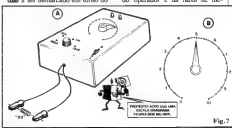

Fig.7
troal, de modo a "sobrar" larga área em torno do dito cujo, na qual será dividido e inscrito o dial graduado de leitura... O knob da chave rotativa deverá receber, nas suas 4 "paradas", as marcações correspondentes a "fuso de escala" para cada faixa de medição, respectivamente 100R - 10K - 1M - 10M. Os dois LEDs devem ficar juntinhos, pois assim fica mais fácil ao olho do operador interpretar o equilíbrio luminoso fundamental à medição... Na fig. 7-B vemos um exemplo de como pode ficar o dial a ser demarcado em torno do
- FIG. 7 - ACOMODAÇÃO NA CAIXA, DEMARCAÇÃO DO DIAL DE MEDIÇÃO E DEMAIS CONTROLES/ACESSOS - A ilustração 7-A dá uma idéia genérica (porém - nos parece - suficientemente prática e lógica...) para o acabamento final do OHMÍMETRO: todos os controles e indicadores podem situar-se no painel principal da caixa (menos os cabinhos que levam à garra "jacaré" de medição, que podem sair de um furo numa das laterais menores...), de preferência com o knob indicador do potenciômetro ocupando posição cen-
Antes de descrever a (até óbvia...) calibração, vamos ver "como funciona" a medição em si. Inicialmente, o resistor sob medição deve ser ligado à garra de Teste, conforme ilustra a fig. 7 (posição "RX"), devendo sempre o Leitor/Aluno lembrar que, pelas suas características, o OHMÍMETRO não pode ser usado para a leitura de resistência de um componente ligado a um circuito! Este deverá ter (se estiver num circuito...) pelo menos um de seus dois terminais desconectado, de modo que as demais impedâncias e resistências do tal circuito, bem como eventuais níveis de Tensão presentes no circuito não possam interferir com a medição... Em seguida, se o valor ou sua "faixa" for completamente desconhecido, deve-se posicionar a chave de faixas inicialmente na maior (10M). Liga-se, então, a alimentação do OHMÍMETRO e gira-se, experimentalmente, o potenciômetro de escala, todo "pra cá" e todo "pra lá", com o que deverá ser notada uma alternância (em algum ponto do giro do potenciômetro...) entre os LEDs (um apaga, o outro acende e/ou vice-versa...). De seguida, o knob deve ser lentamente girado, sempre partindo de um dos "extremos", até que os dois LEDs acendam, forte e igualmente... Nesse exato ponto, o valor de RX poderá ser nitidamente lido na escala (sempre considerando a faixa que está sendo utilizada...). Por exemplo: se o acendimento duplo e equalizado dos dois LEDs foi obtido com o indicador do knob exatamente sobre a setima "marquinha" depois do ponto 4 da escala, e a faixa ajustada na chave rotativa era de 10M, então RX terá